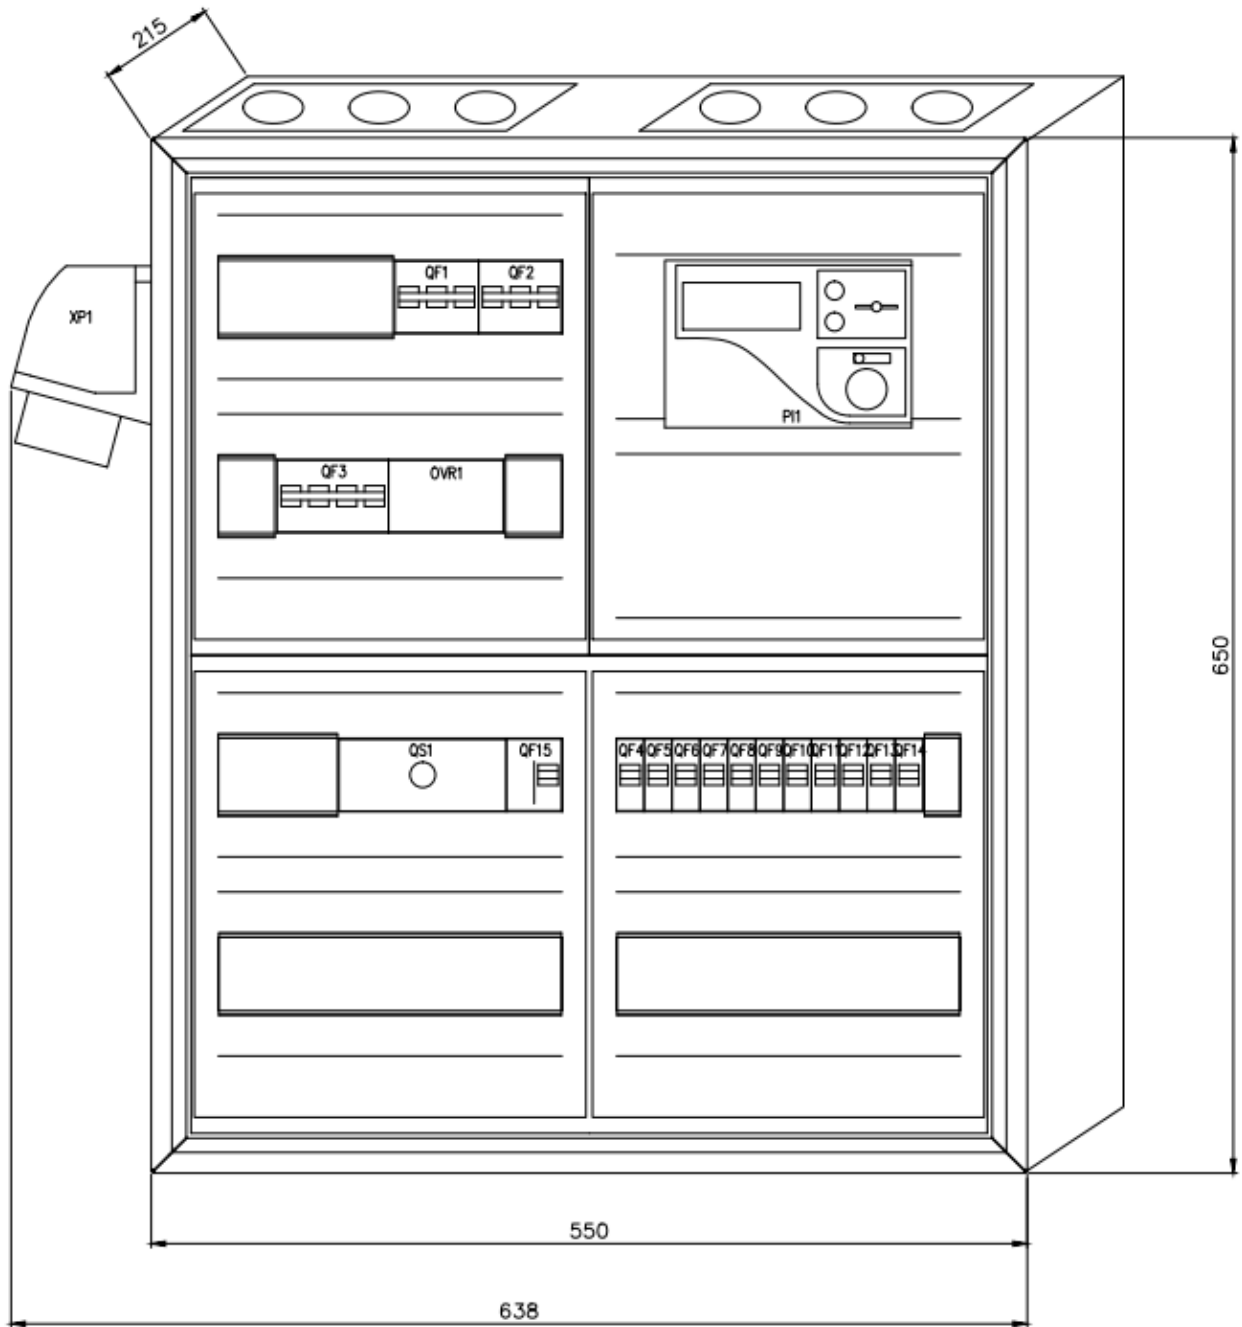

Рис. 1.
2.7 Габаритные размеры щита указаны на рис. 1.